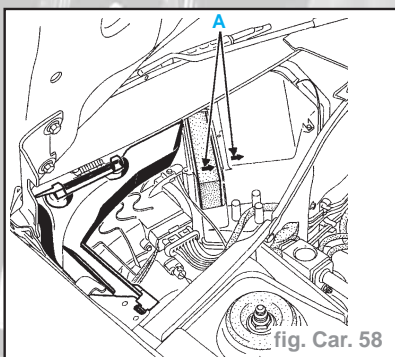

fig. Car. 58
Nota : faire attention au bon sens de montage du filtre à particules (les deux flèches (A) dans le même alignement) (fig. Car. 58).